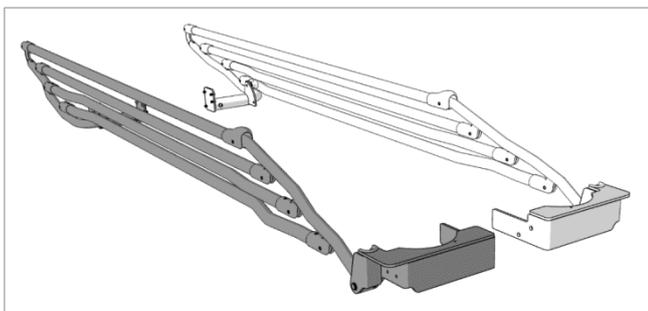

Figure 6.6
6. Munissez-vous de la barrière latérale gauche indiquée sur la Figure 6.6.